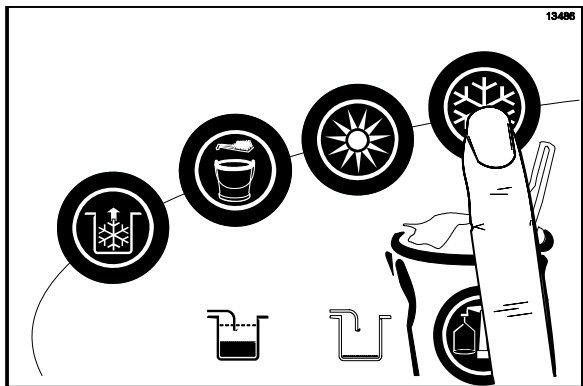

Figura 97
2. Cancele a operação automática pressionando o símbolo AUTOMÁTICO . (Veja a Figura 97.)